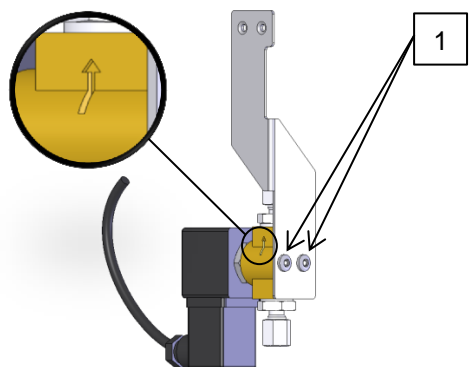

Fig. 3 : Montage de l'électrovanne (YV 1)
- Monter les 2 vis (marquage 1 → Fig. 3).